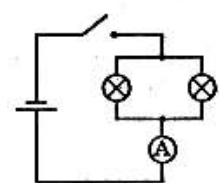

Рис. 25.3
4. Включите амперметр в электрическую цепь по схеме на рис. 25.3 и измерьте силу полного тока I_3 в электрической цепи.